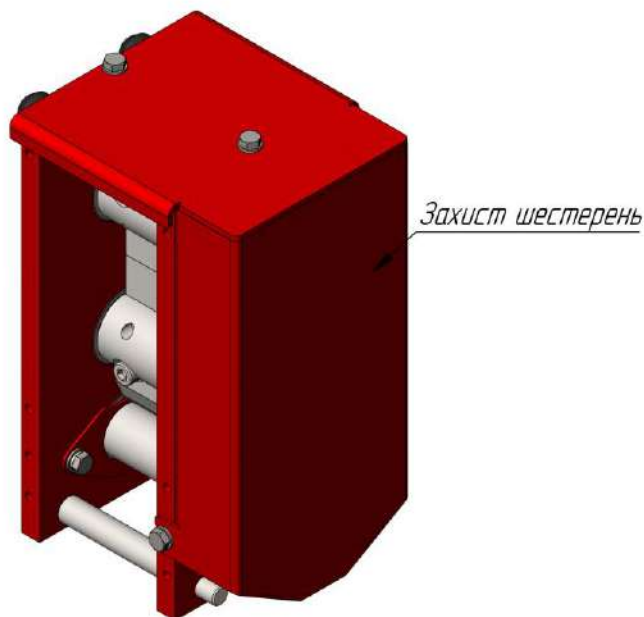

Рисунок 25. Захист шестерень
3. Кромки двох протилежних ножів не сходяться в одній площині - один ніж переганяє інший. Це наслідок прокручування вала в конусній зажимній муфті. Прокручування вала можливе при значному перенавантаженні подрібнювача. Потрібно провести регулювання посадки валів на конусних муфтах. Доступ до конусних муфт, відкриється після зняття кришки, яка закриває шестерні (Рис.25).